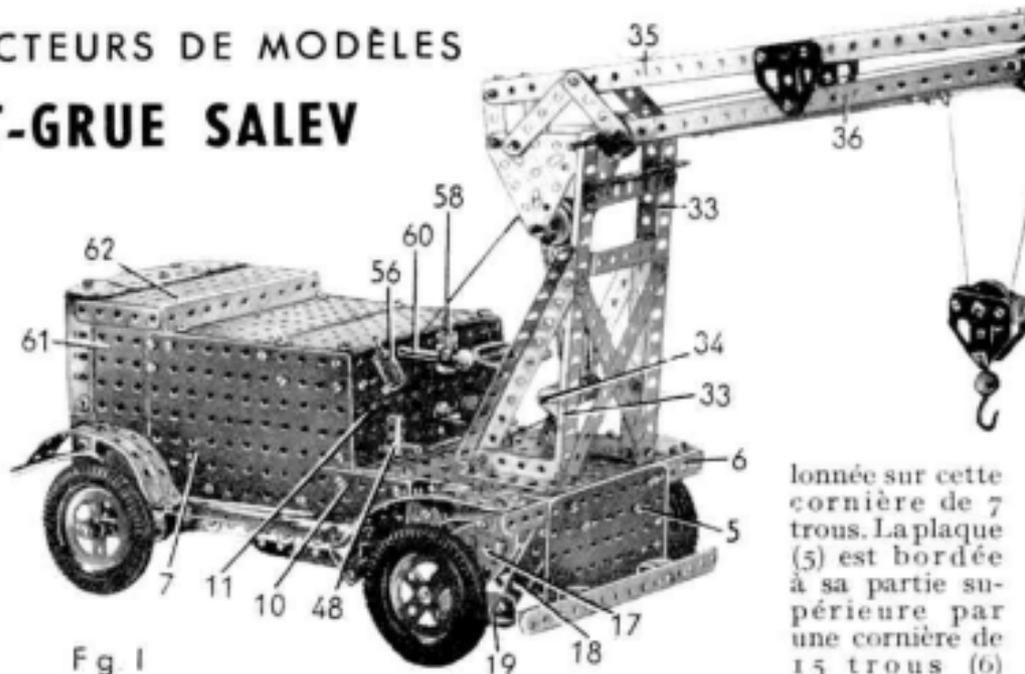

Fig. 1
Une plaque sans rebords de 14 x 9 cm. (7) (fig. 1) est boulonnée verticalement de chaque côté sur une cornière de 7 trous qui est fixée elle-même sur la cornière (4). Une cornière de 4 trous est boulonnée à l'avant de chaque plaque (7). Une plaque sans rebords de 14 x 9 cm. (8) (fig. 4) est fixée sur la cornière (6) et ses angles arrière sont réunis aux cornières de 4 trous. Ces dernières portent aussi deux plaques sans rebords de 75 x 38 mm. (9) et, de chaque côté, une plaque flexible triangulaire de 6 x 4 cm. (10).
Les deux plaques (7) sont réunies à l'avant par une plaque sans rebords de 14 x 6 cm. (11) tenue par des équerres (fig. 1), à l'arrière et à l'intérieur par deux bandes coudées de 140 x 12 mm. (12).
Une cornière de 9 trous est boulonnée à l'avant du châssis sur chacune des cornières (1) ; une embase triangulée plate (17) (fig. 1) est fixée sur chaque cornière de 9 trous. Deux bandes de 5 trous (18) sont également boulonnées sur cette cornière ; elles sont disposées obliquement et réunies à leur partie inférieure par le rebord d'une embase triangulée coudée (19) qui doit se trouver à l'aplomb de l'embase triangulée plate (17). Les deux embases triangulées coudées (19) sont réunies par une bande de 9 trous (20) légèrement gauchie (fig. 3). Chaque embase triangulée plate (17) est munie d'une équerre de 26 x 12 mm. Un support plat est placé sur l'équerre de façon que son trou rond corresponde au trou allongé de l'équerre.